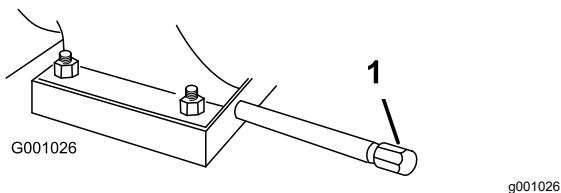

Figure 31
1. Nettoyez la surface autour du bouchon de vidange d'huile (Figure 31).